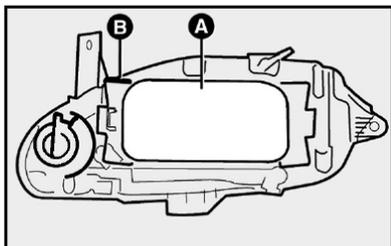
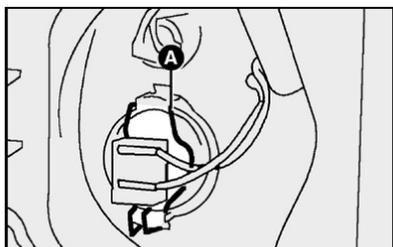

fig. 17
fig. 19
1) remover a tampa plástica A para ter acesso às lâmpadas deslocando a trava B-fig. 17;
3) retirar o porta-lâmpada pressionando as presilhas A-fig. 19 abrindo-as lateralmente;
6) reenganchar a presilha de fixação A-fig. 19 e reconectar a lâmpada, colocando por último a tampa plástica A-fig. 17.